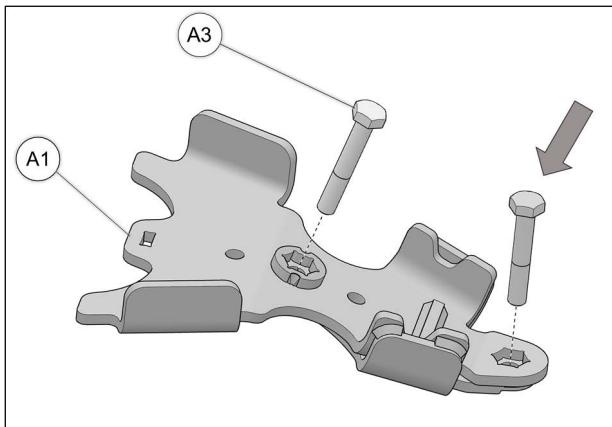

Fig. 12
4. Insérer le boulon provenant du bras stabilisateur à l'extrémité de l'ancrage antirotation avant (A1) et le boulon M10x65mm (A3) au centre. Voir Fig. 12